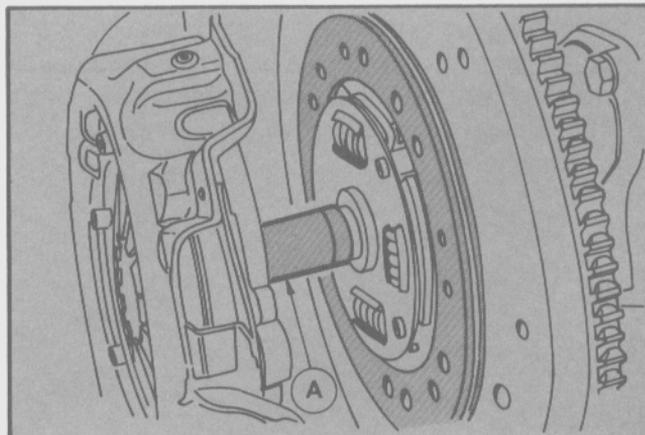

Fig. 46 - Montaje del conjunto de embrague
- Colocar el disco de embrague con la herramienta T74G-7550-BAS (Fig. 46).